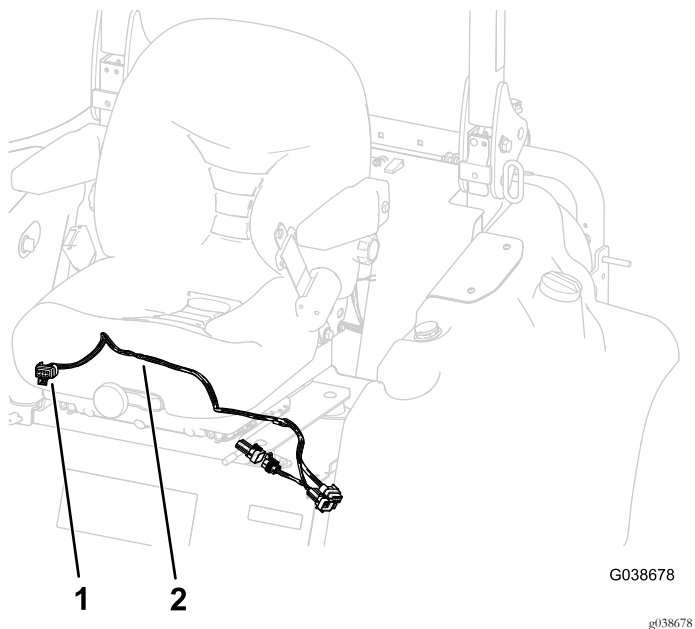

图2
2. 沿座椅底板下的现有座椅线束铺设操纵杆线束并穿过座椅下方的孔图2。
4. 将线束铺设在座椅安装支架与座椅底板之间且在座椅底板上右后橡胶隔振器的下方图2。